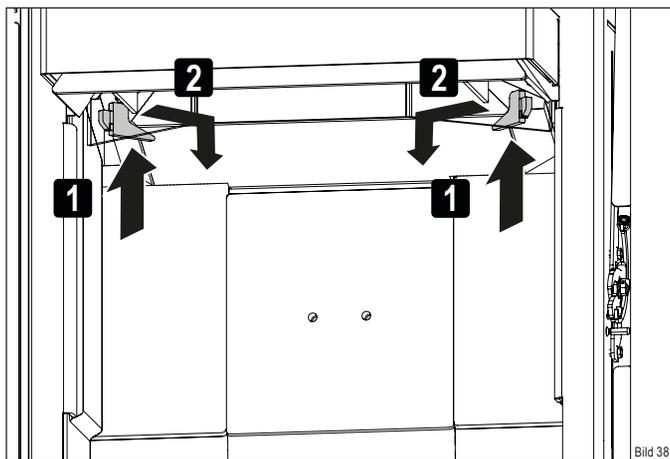

Bild 38
- ▶ Lösen Sie die Thermosteinhalter (Bild 38).